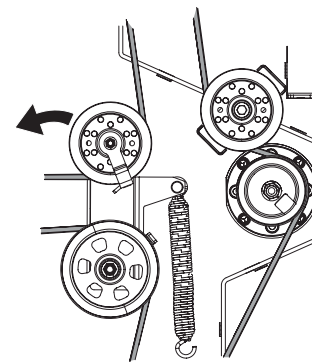

Figure 53
- Tirez le côté droit de la courroie et placez le côté plus étroit en forme de « V » de la courroie de la prise de force dans la poulie de la prise de force. Voir Figure 53.